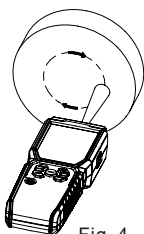

Fig. 4
1. Sin contacto --- Medición de RPM/Hz (Fig. 4)